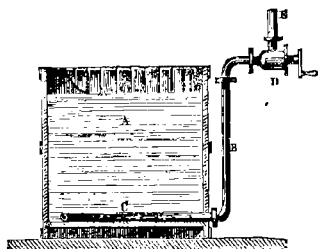

Fig. 80.
2. Très-souvent, on fait ar-river la vapeur par un tube BC (fig. 80), criblé de petits trous, qui se contourne en cercle ou en spirale sur le fond de la cuve A ; elle s'élance par les trous dans le liquide et s'y condense.